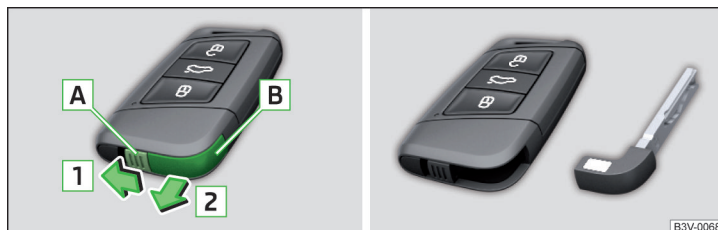

Abb. 254 KESSY-Schlüssel
- Die Rastnase **A** in Pfeilrichtung **1** entriegeln » Abb. 254.